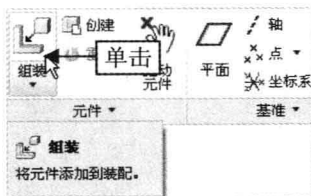

图 11-8 单击“组装”按钮
Step 03 在“功能区”选项板的“模型”选项卡中，单击“元件”面板中的“组装”按钮，如图 11-8 所示。